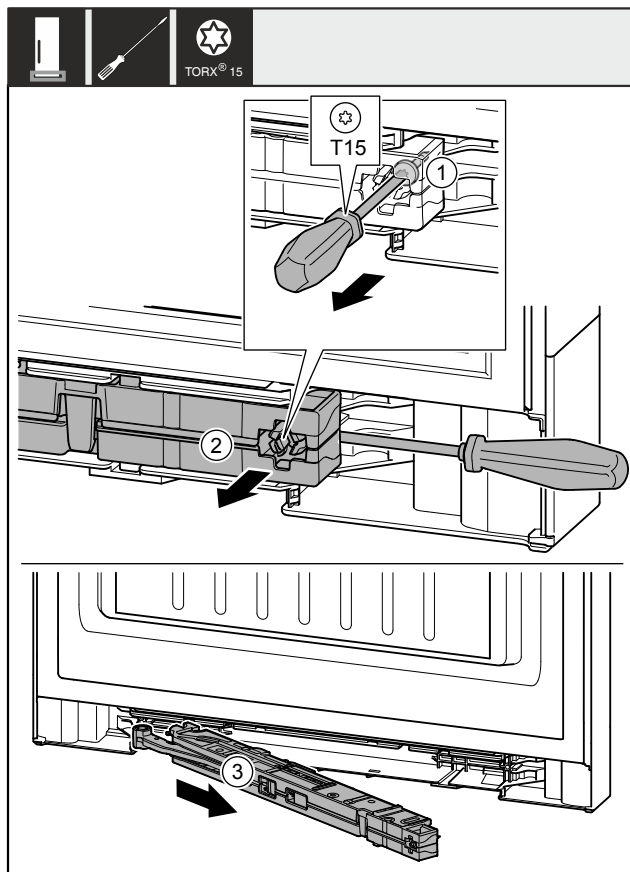

Fig. 11
- ▶ Atskrūvējiet durvju amortizatora mezgla skrūvi Fig. 11 (1) ar skrūvgriezi apm. 14 mm.
- ▶ Izceliet durvju amortizatora mezglu Fig. 11 (2) roktura pusē ar skrūvgriezi uz priekšu.
- ▶ Izvelciet durvju amortizatora mezglu Fig. 11 (3).